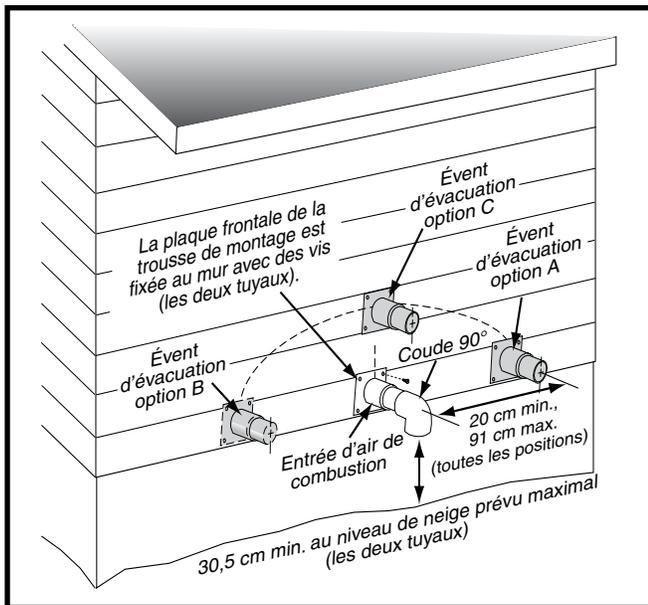
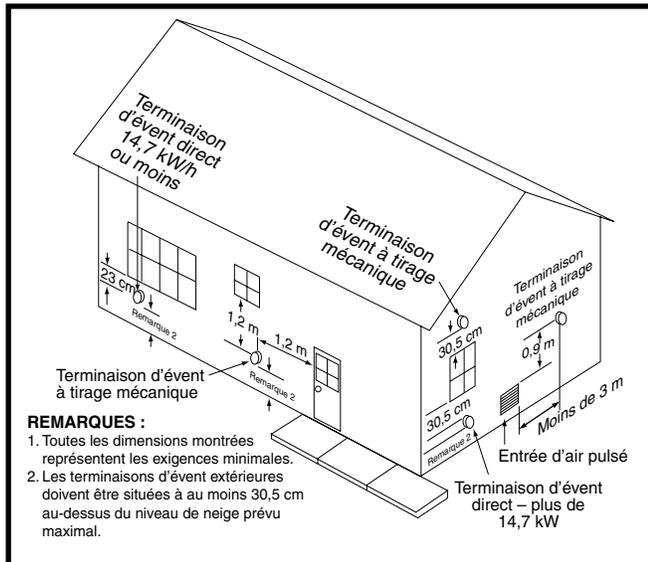
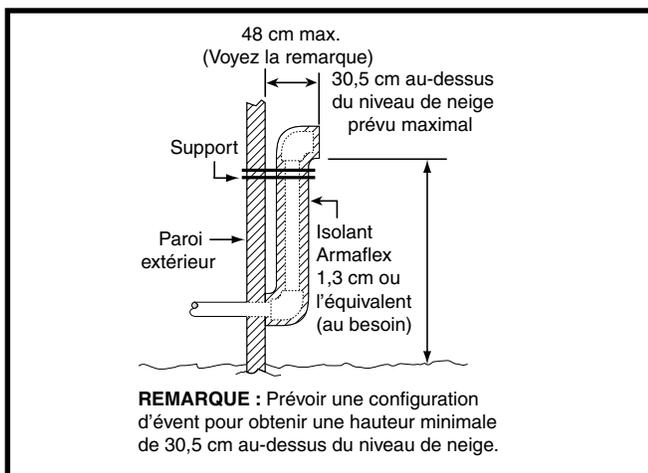
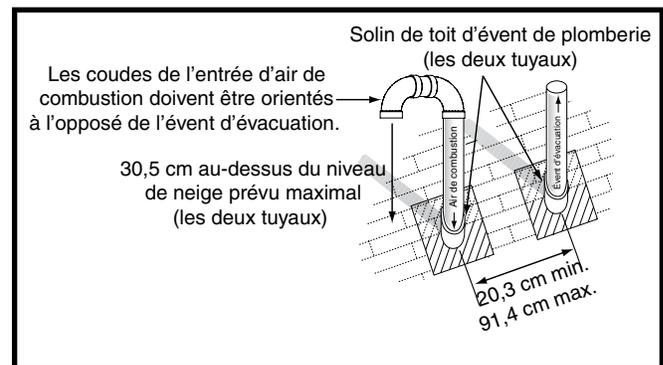

Figure 1. Dégagements du conduit d'admission et du conduit d'évacuation
Figure 2. Emplacements de l'évent
Figure 3. Autre installation d'un conduit d'évent horizontal
Figure 4. Terminaison d'évent vertical
- L'admission d'air de combustion et l'évacuation doivent être situées dans la même zone de pression atmosphérique. Cela signifie que les deux conduits doivent sortir du bâtiment par la même section de mur extérieur ou de toit, comme indiqué aux Figure 1, Figure 2, Figure 4 et Figure 29 (page 38).
- Les terminaisons d'évent et d'admission d'air de combustion doivent être installées comme indiqué aux Figure 1, Figure 2, Figure 3, et Figure 4, et conformément à ces directives :
- Tous les dégagements minimaux (Figure 2 (page 9)) doivent être maintenus pour protéger les matériaux du bâtiment contre la dégradation causée par les gaz de combustion.
- Lorsque le conduit d'évent doit sortir par un mur extérieur à proximité du niveau du sol ou du niveau de neige prévu et qu'il n'est pas possible d'obtenir les dégagements indiqués à la Figure 1, il est possible d'utiliser un conduit montant, comme indiqué à la Figure 3. Il faut utiliser de l'isolant pour éviter le gel de cette section de conduit. Voyez le Tableau 3, (page 10) pour la protection contre le gel de l'évent.
Les exigences relatives à l'espacement des terminaisons entre le toit et entre chaque terminaison sont indiquées à la Figure 4. L'endroit où le conduit traverse le toit doit être doté d'un solin approprié et étanche; on peut utiliser un chaperon de toit ou un solin équivalent. La tuyauterie d'évent et la tuyauterie d'air de combustion peuvent être installées dans une cheminée existante non utilisée, à condition que :
- les dégagements de terminaison indiqués à la Figure 4 soient maintenus;